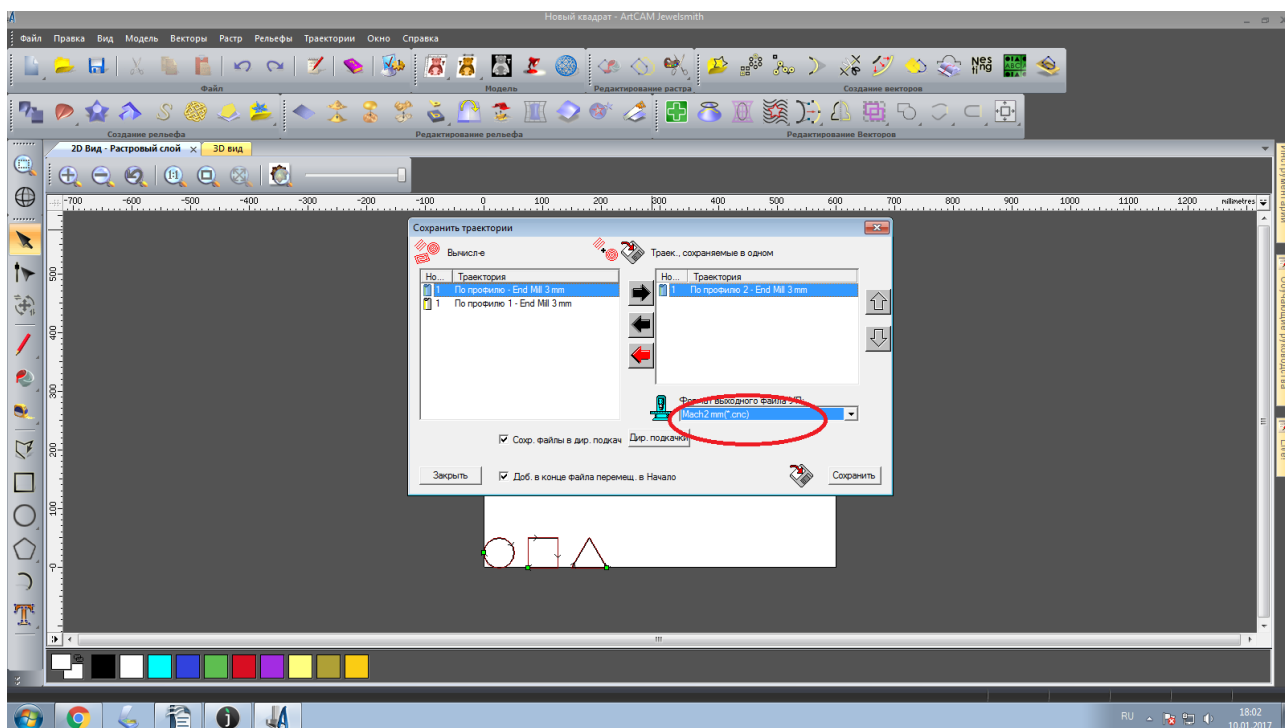

Рисунок 48 Поиск «Mach2, mm(\*cnc)»
50. В строке «Формат выходного файла УП» выберите «Mach2, mm(\*.nc)», рисунок 48